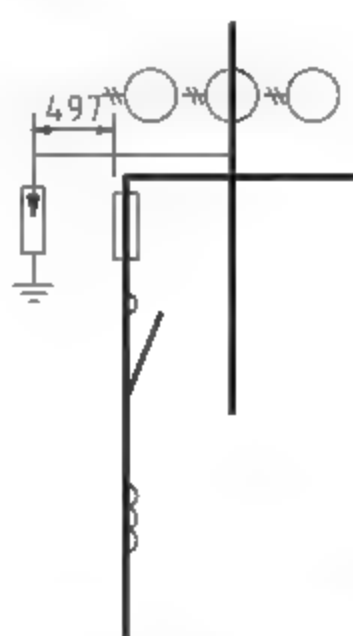

图9-103 复制矩形
**15** 调用CO【复制】命令，复制矩形，尺寸如图9-103所示。